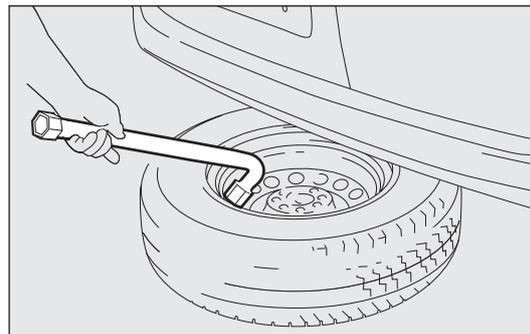

fig. 132
- utilizzare la chiave di smontaggio ruote B per trascinare la ruota fuori dal veicolo fig. 132;